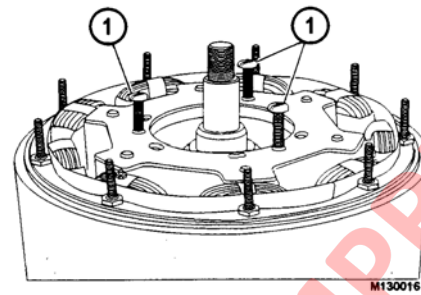

FIGURA 13-12
- 2a. Use tres pernos 10-32 UNF x 2" de largo como apoyo en los tres orificios con rosca, en la placa del extremo del rotor (Figura 13-12). Saque el rotor gradualmente del núcleo, accionando sobre los pernos contra el núcleo, en secuencia. Si el rotor resiste el movimiento, vea a continuación un método alternativo.